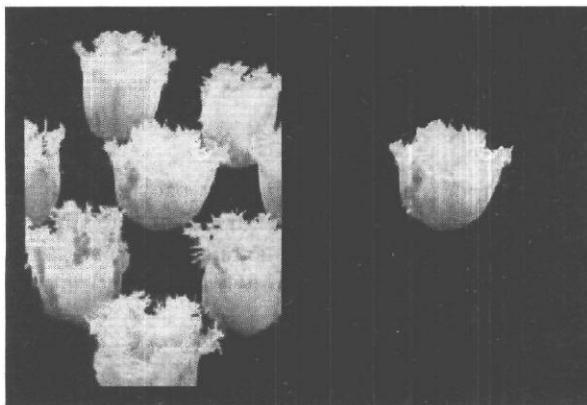

Рис. 5.36. Одна и та же картинка с разными установками прозрачности на фоне черной плашки
**Transparence** или **Alpha 1**. Если кроме альфа-канала прозрачности нет, то следует выбрать между **None** (Нет) и **Alpha 1**. Если альфа-каналов несколько, надо выбрать один из них. Это весьма удобно, поскольку включение различных зон прозрачности может сильно изменить впечатление от картинке и, таким образом, изменяя подключаемые альфа-каналы, можно использовать одну и ту же картинку несколько раз (рис. 5.36). Более того, использование альфа-каналов позволит вам делать несложные коллажи прямо в InDesign.